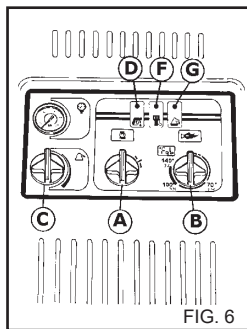

FIG. 6
Поверните регулятор термостата «В» (Рис. 6) в положение «Пар» для увеличения температуры воды.
**По завершению использования пара переведите регулятор термостата «В» в положение «0» (рис. 6) и оставьте открытым пистолет примерно на 3 минуты, чтобы охладить аппарат.**